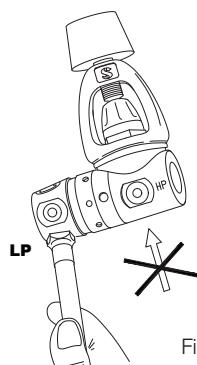

Fig. 1
Conecte el latiguillo de baja presión (LP) de la válvula de inflado de potencia a una salida de baja presión no utilizada de la primera etapa, que debe tener la misma rosca (fig. 1).